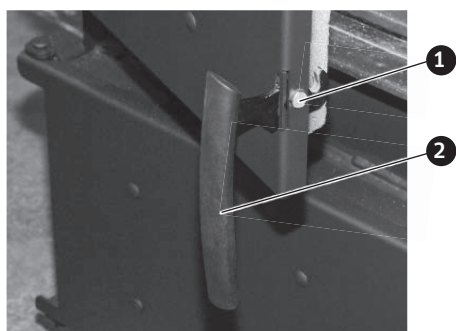

Fig. 42 Montare la maniglia dello sportello con la vite di spallamento
- ▶ Montare le maniglie, eventualmente non ancora montate, con la vite di spallamento in tutti gli sportelli – Fig. 42.